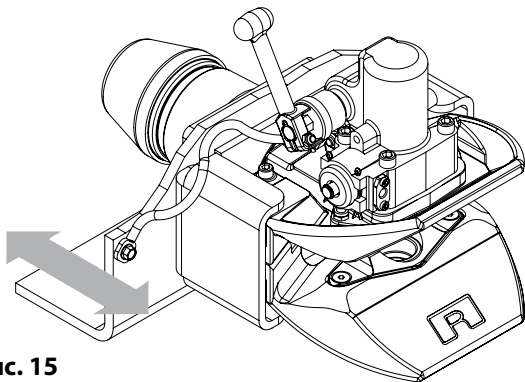

Рис. 15
- С усилием двигать головку тягово-сцепного устройства (а не ловитель) в расцепленном положении и в направлении движения транспортного средства (см. рис. 15): **не должно быть продольного люфта.**